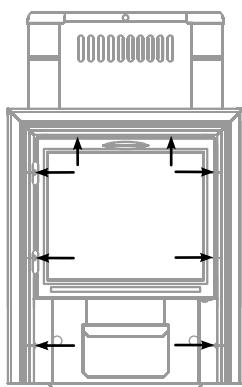

Рисунок 5. Винты для демонтажа дверки при монтаже печи «Ангара Витра»
- 1) открутить саморезы 8 шт., которыми прикрепляется дверка с рамкой к топливному каналу и снять ее; (см. рисунок 5)